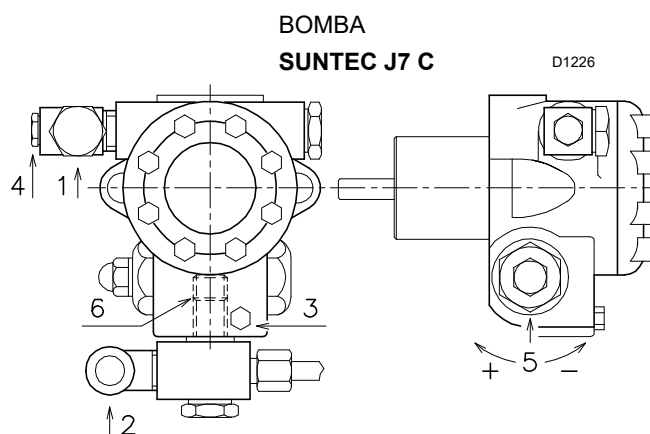

Fig. 22
Las bombas tienen un by-pass que comunica el retorno con la aspiración. Están instaladas en el quemador con el by-pass cerrado por el tornillo 6 (Fig. 22).
- para que la bomba pueda autocebarse, es indispensable aflojar el tornillo 3)(Fig. 22) de la bomba para purgar el aire que pueda haber en el tubo de aspiración.